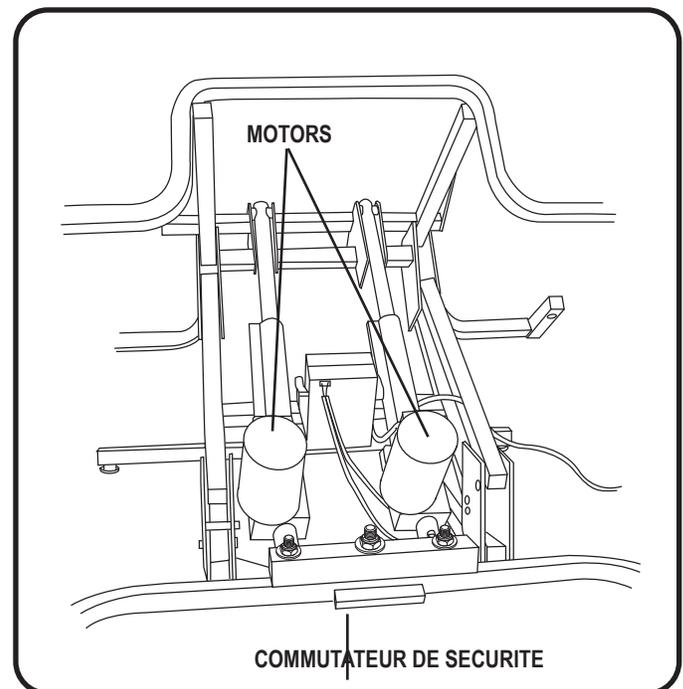

Figure 6.2 Moteurs synchronisés (synchronisation corrigée)
2. Pesez sur le bouton "UP" jusqu'à ce que le fauteuil soit élevé au maximum. Ceci rétablira le réglage du moteur (Fig. 6.2).